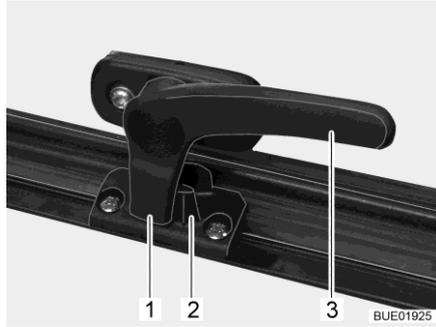

Fig. 17 Palanca de bloqueo en la posición "cerrada"
- Girar la palanca de bloqueo (Fig. 17,3) un cuarto de vuelta hacia la mitad de la ventana.
- Girar la palanca de bloqueo (Fig. 17,3) un cuarto de vuelta hacia el marco de la ventana. El saliente de bloqueo (Fig. 17,1) se encuentra en la cara interior del bloqueo de la ventana (Fig. 17,2).
- En la posición "cerrada fijamente" (Fig. 17).